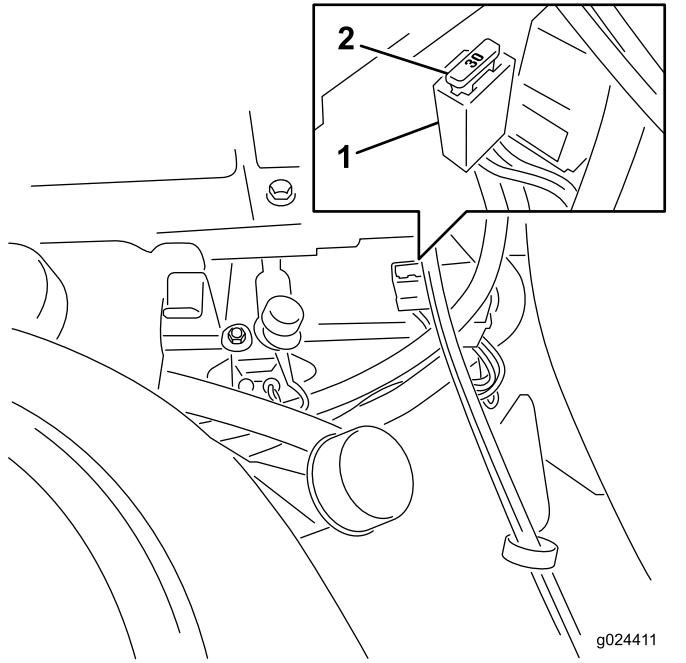

Bild 54
1. Fassen Sie die Sicherung an und ziehen sie gerade aus dem Sicherungsblock, wenn Sie die Hauptsicherung auswechseln müssen (Bild 54).
| 4. Fluchten Sie eine neue Sicherung mit dem Einschub im Sicherungsblock aus (Bild 54). | |
Hinweis: Die Sicherungen befinden Sie rechts am Armaturenbrett neben dem Sitz (Bild 54).
5. Drücken Sie die Sicherung ganz in Sicherungsblock ein (Bild 54).